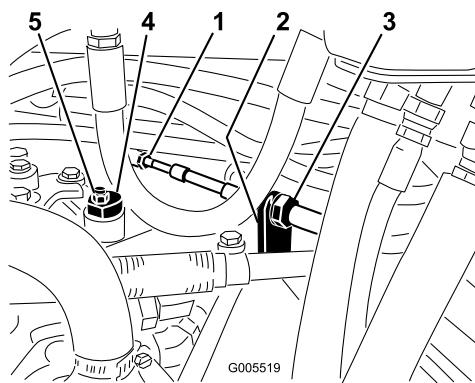

Figura 54
A. Afloje las dos contratuerzas que fijan el cable de control de tracción a la mampara del hidrostato (Figura 54). Asegúrese de aflojar ambas contratuerzas uniformemente, y lo suficiente como para permitir el ajuste.
Nota: Afloje la tuerca que sujetta el excéntrico a la parte superior del hidrostato (Figura 54).
- C. Gire el excéntrico hasta que no haya movimiento en ningún sentido. Cuando la rueda deje de girar, apriete la tuerca para bloquear el excéntrico y el ajuste (Figura 54). Compruebe el ajuste con el acelerador en las posiciones Lento y Rápido.
- D. Desde cada lado de la mampara, apriete las contratuerzas uniformemente, fijando el cable de tracción a la mampara (Figura 54). No tuerza el cable.